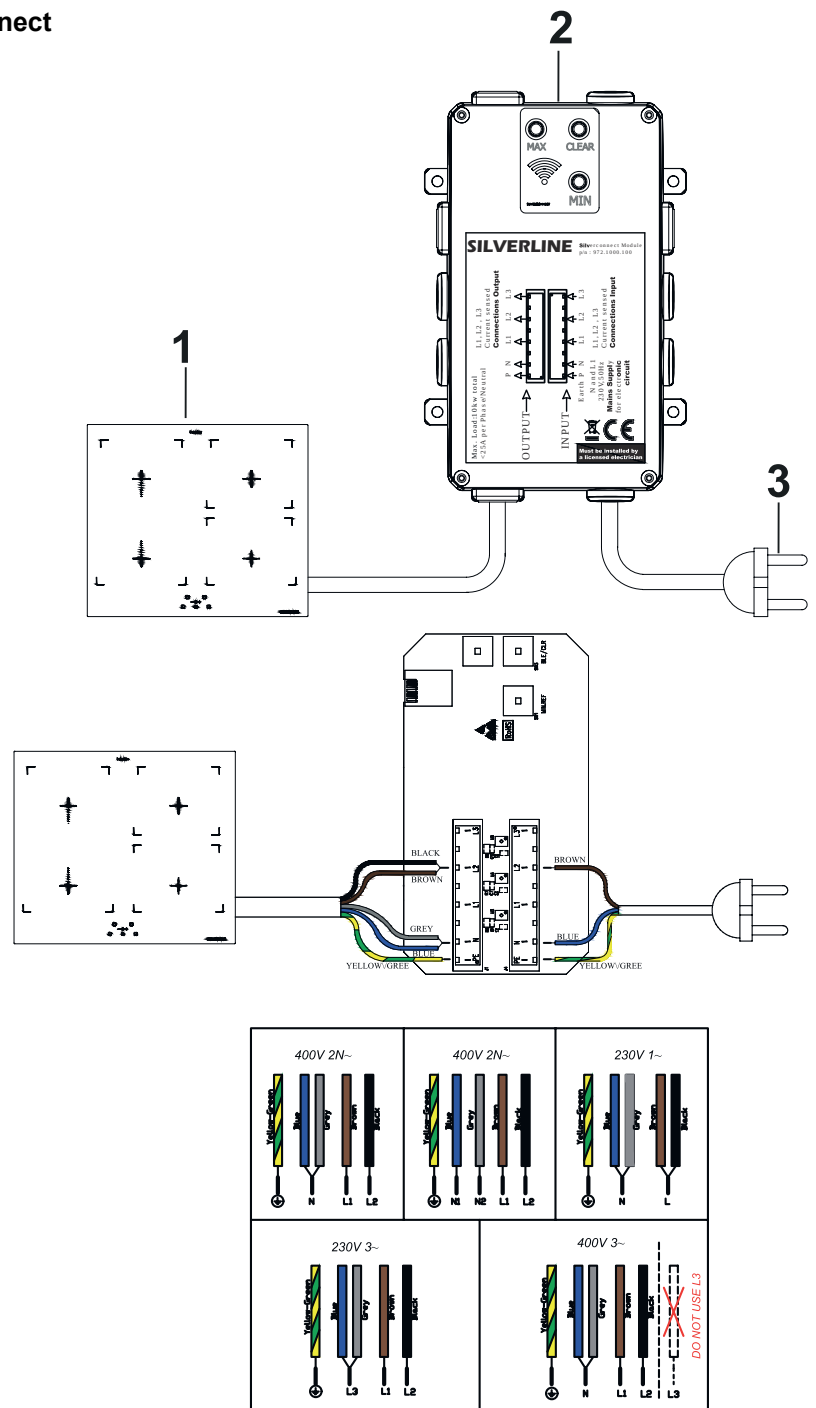

Fig. 24: Anslutning av spishäll och SilverConnect
Observera att "L1" måste användas för att aktivera "L2" och "L3". Använd därför alltid "L1" som standard (Fig. 24).
8. ➔ Alla tre knapparna ska nu blinka blått på Silverconnect (Fig. 24/2). Tryck på knappen "Clear" i 7 sekunder tills det blåa ljuset släcks. Släpp därefter knapparna.
4. ➔ Tryck på knappen "Clear" igen i 3 sekunder och släpp sedan. Nu lyser de blå lamporna konstant (Fig. 24)